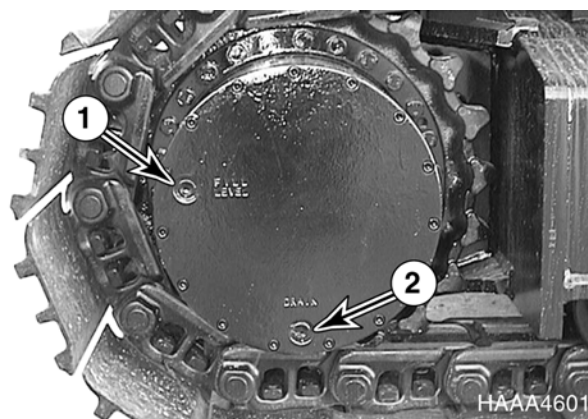

Рис. 69
2. Вращать гусеницы до тех пор, пока входные отверстия (1 и 2, рис. 69) не достигнут указанного правильного положения.
3. Поместить емкость под заглушку сливного отверстия (2, рис. 69) и снять заглушку (1 и 2), чтобы слить моторную жидкость.
4. Установить заглушку сливного отверстия (рис. 69). Заполнить корпус ходового гидромотора жидкостью через входное отверстие (1) до достижения жидкостью уровня входного отверстия (1). Установить заглушку уровня масла (1).